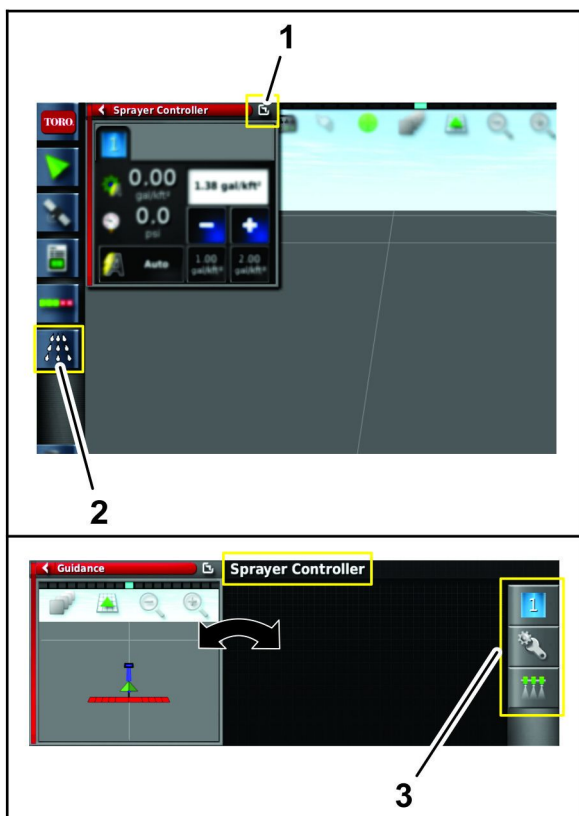

Figure 95
- C. Appuyez sur l'icône du contrôleur de pulvérisateur (Figure 95).
E. Appuyez sur l'icône de configuration dans le sous-menu du contrôleur du pulvérisateur pour afficher le menu de configuration (Figure 95).
2. Appuyez sur l'icône de la fenêtre d'échange pour retourner au menu du contrôleur du pulvérisateur (Figure 95).